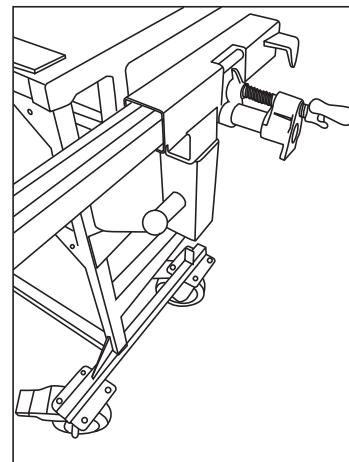

Fig. 2
2. Pour utiliser l'étau (9) afin de couper un montant. Placer un montant de $\frac{7}{8}$ po ou de $1\frac{5}{8}$ po dans le support de montant. Placer le montant à la position de coupe désirée. Serrer l'étau rapide (9) en tournant la manivelle jusqu'à ce qu'il soit serré. Le montant peut maintenant être coupé en toute sécurité (Fig. 2).